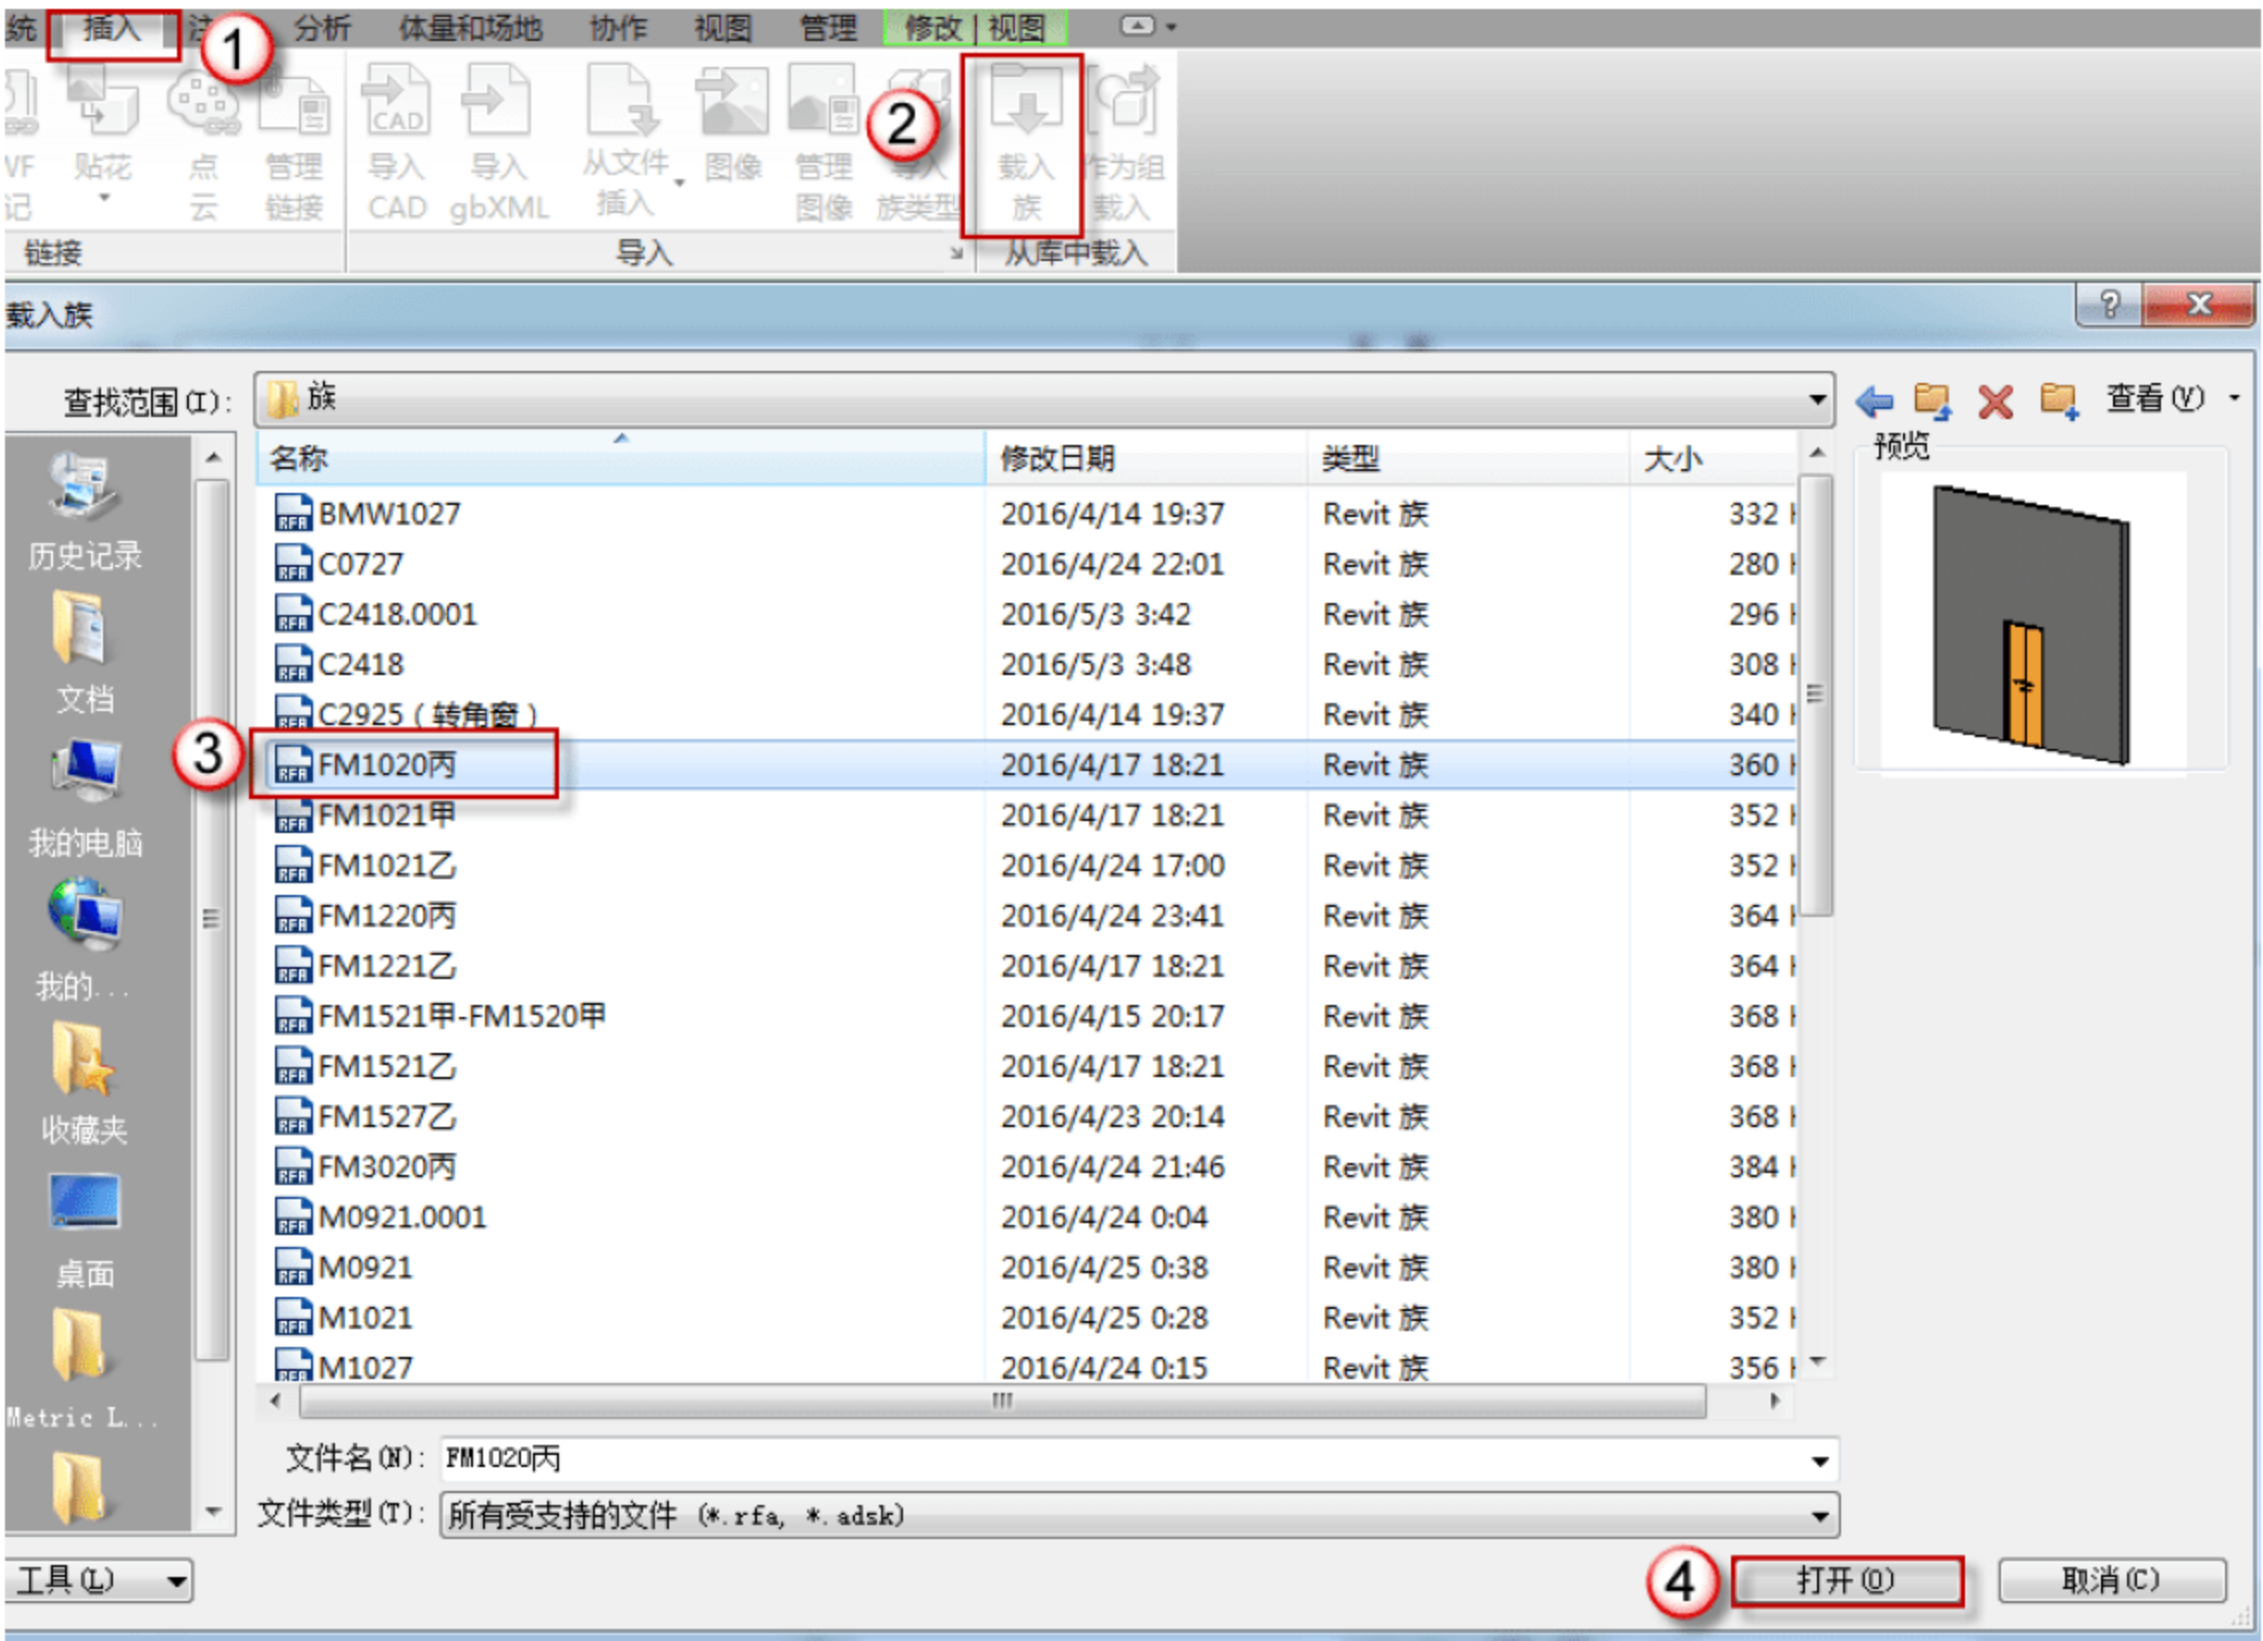

图 9.3.25 载入“FM1020 丙”族文件
(19) 载入“FM1020 丙”族文件。选择“插入”→“载入族”命令，在弹出的“载入族”对话框中，找到前面建立的门族“FM1020 丙”，然后单击“打开”按钮，如图 9.3.25 所示。